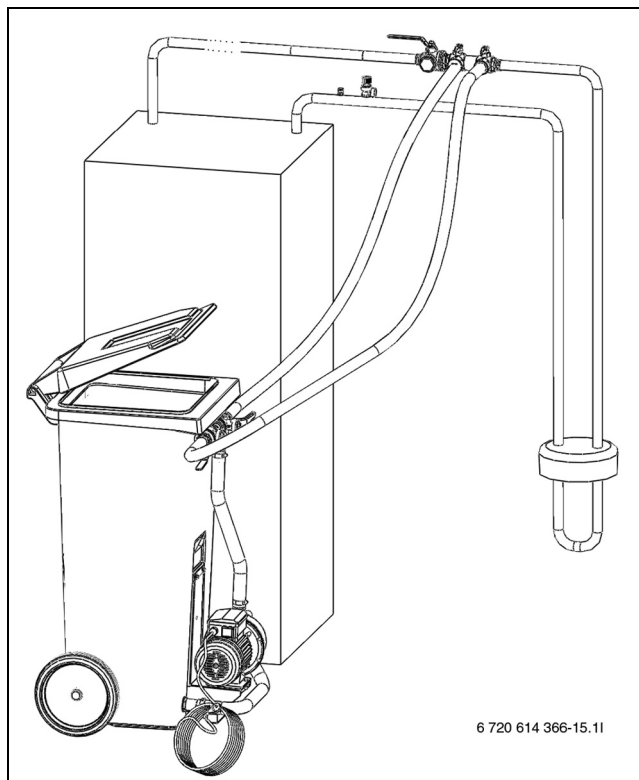

Рис. 21 Заполнение через станцию
- ▶ Подсоедините два шланга к заполняющей станции и узлу заполнения (→ рис. 21).